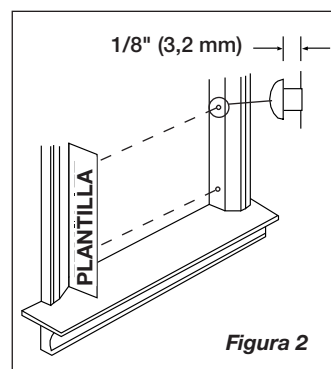

Figura 2
- Marque la posición de los agujeros para los Tornillos en los bordes interiores del marco de la ventana utilizando el Patrón suministrado. (Figura 2)